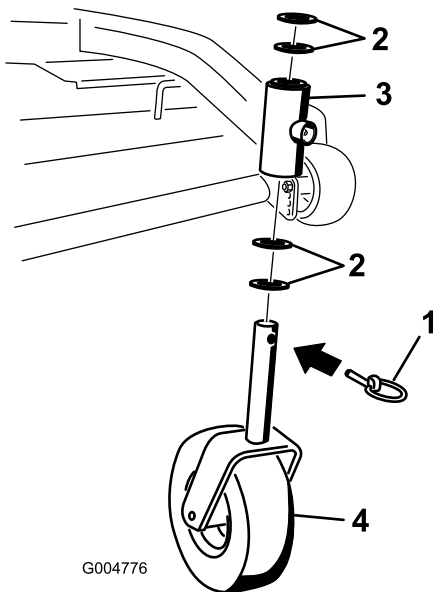

Figure 32
2. Enlevez la goupille de sécurité et la ou les entretoise(s) du haut de la chape de la roue pivotante (Figure 32).